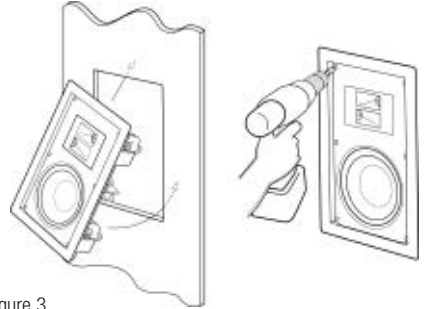

Figure 3
4. Insérez l'enceinte dans l'ouverture et fixez-la en serrant les six vis cruciformes (voir l'illustration). Les six griffes du châssis pivotent et leur serrage permet de maintenir ensemble le mur et le châssis. Si vous utilisez un tournevis électrique pour le serrage des vis, choisissez une faible valeur de couple afin de ne pas endommager l'enceinte (vois la figure 3).